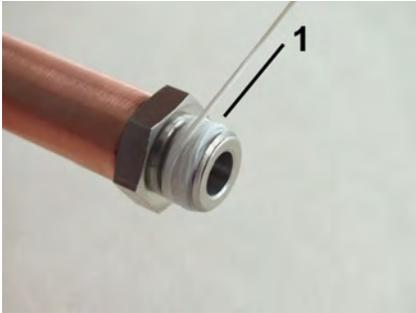

Abb. 8: Dichtfaden aufbringen
2.  Dichtfaden (Abb. 8/1) in Gewin-